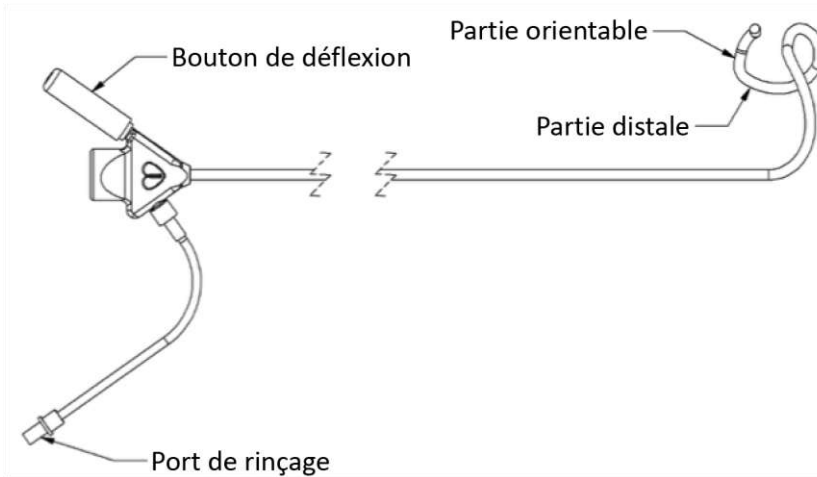

Figure 2. Cathéter-guide
- **Cathéter-guide** – Cathéter profilé (diam. ext. 18 F/6 mm, longueur utile de 100 cm) donnant accès à la partie antérieure de l'espace sous-valvulaire. Le cathéter-guide sert à orienter, acheminer et soutenir les autres cathéters du système AccuCinch. Une partie orientable proche de l'extrémité distale permet à l'opérateur d'ajuster la courbure du cathéter-guide à l'aide du bouton de déflexion de la poignée. Il existe plusieurs profils de cathéter-guide qui s'adaptent aux variations anatomiques d'un patient à l'autre. Se reporter au **Tableau 2** ci-dessous pour le choix du cathéter-guide. Voir la **Figure 2**.